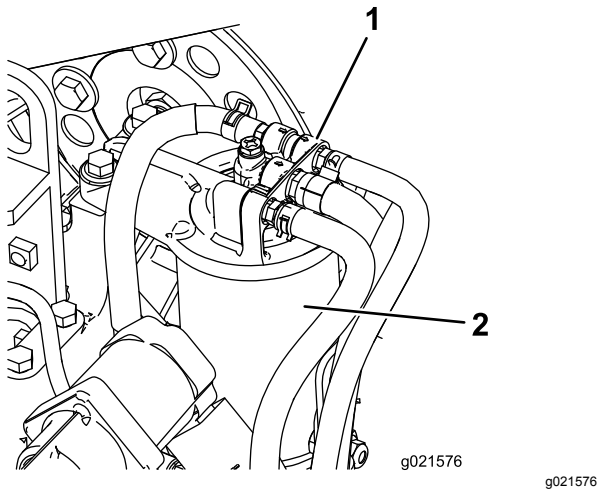

Bild 86
1. Reinigen Sie den Bereich um den Kraftstofffilterkopf (Bild 86).
2. Entfernen Sie den Filter und reinigen Sie die Befestigungsoberfläche des Filterkopfes (Bild 86).